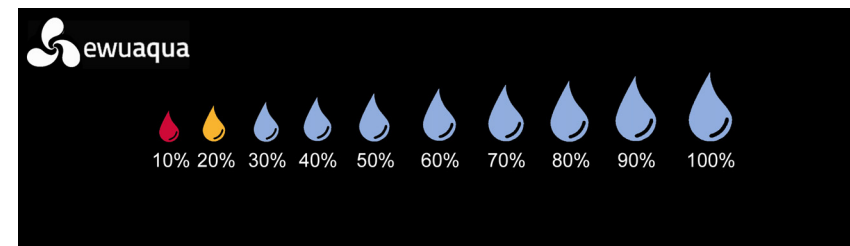

Bild 1
- **LED Füllstandsanzeige 0-100 % (Bild 1)**